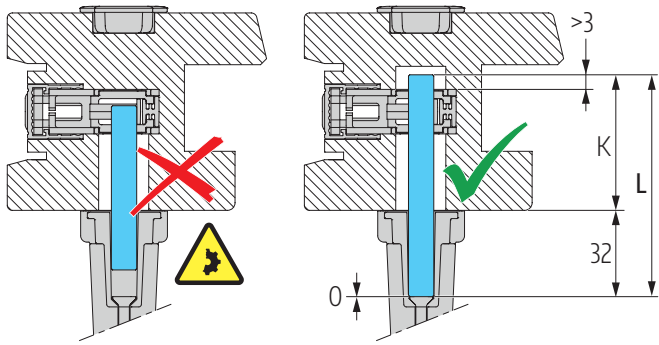
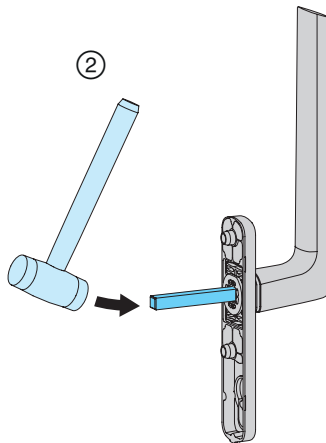
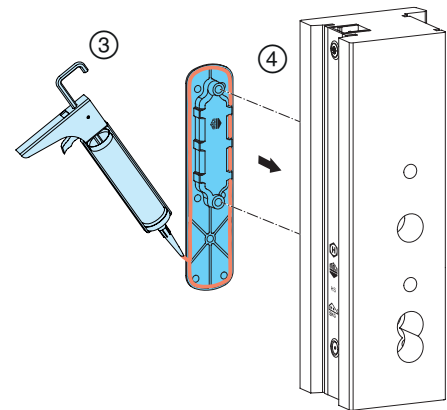

Abb. 37
Abb. 39
Abb. 40
- ② Vierkant mit Schonhammer in Rastbuchse der Griffrosette einschlagen; **Abb. 39**. (**Abb. 37** beachten).
- ③ Muschelgriff mit Silikon umlaufend abdichten und
- ④ in Flügelausfräsung positionieren; **Abb. 40**.